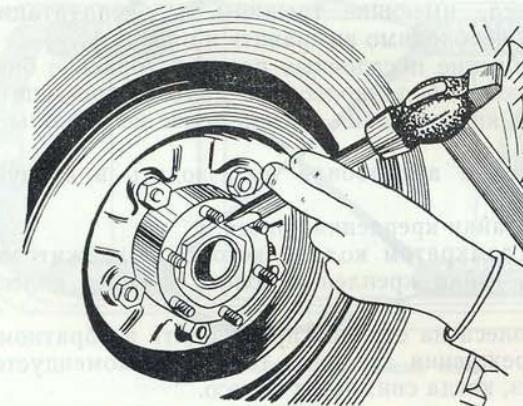

Рис. 188. Стопорение гаек подшипников ступицы колеса ведущего моста
7. Отвернуть гайку на $\frac{1}{4}$ — $\frac{1}{3}$ оборота (1,5—2 грани), установить стопорную шайбу, навернуть контргайку и застопорить их, загибая усы шайбы на грани гайки и контргайки (рис. 188). Если на усах стопорной шайбы есть хотя бы незначительные трещины, шайбу заменить, иначе возможна поломка уса шайбы и самоот-